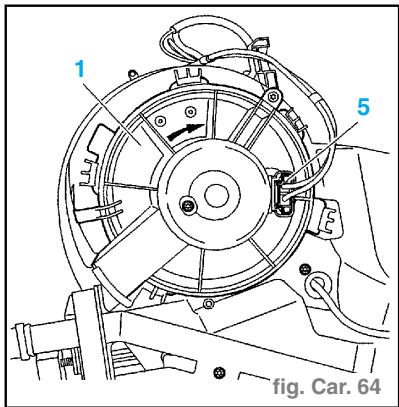

fig. Carr. 64
- Déconnecter le connecteur d'alimentation (5). (fig. Carr. 64)